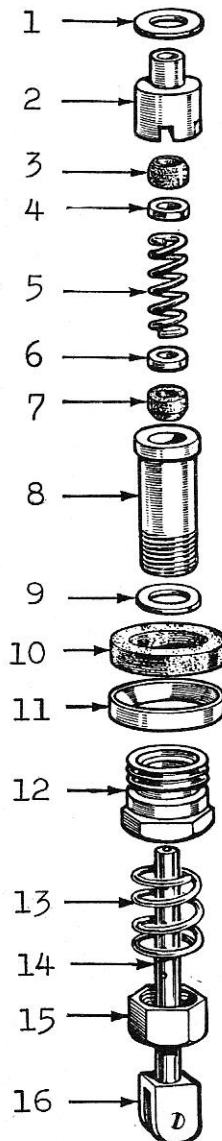

Fig. 2
- b) Hovedstrålerøret (fig. 2)